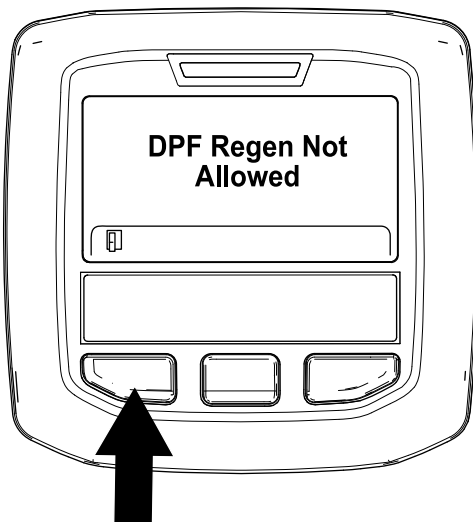

Bild 38
- Wenn der Motorcomputer die Regenerierung nicht zulässt, wird die Meldung „DPF Regen. Not Allowed“ im InfoCenter angezeigt (Bild 38). Drücken Sie die linke Taste, um den Homebildschirm anzuzeigen.